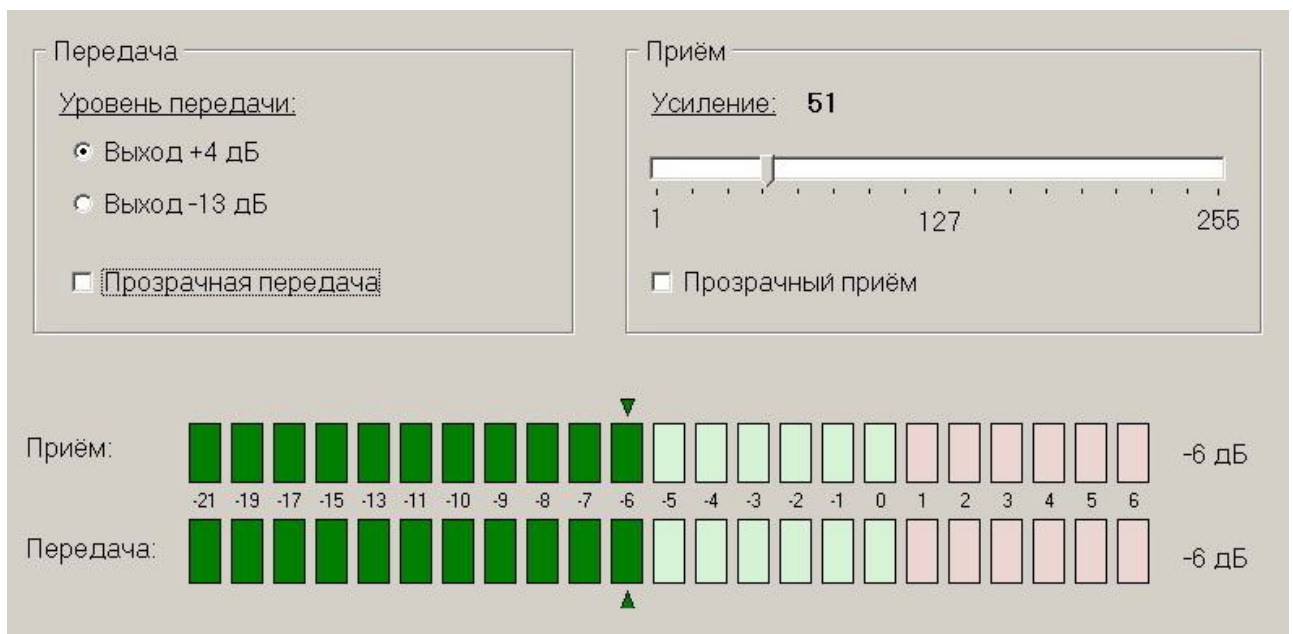

Рисунок 12 - Настройка канала ТЧ и индикация уровней сигналов
8.4.2.4 Включить удаленный шлейф, установив значок «√». Проконтролировать уровень выходного сигнала по линейке «Передача» - он также должен быть равен минус 6 дБ (см. Рисунок 12).